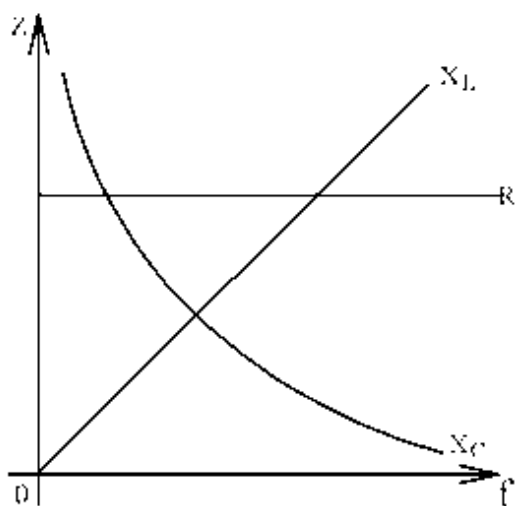

图 7-1
1. 在正弦交变信号作用下，R、L、C 电路元件在电路中的抗流作用与信号的频率有关，它们的阻抗频率特性  $R \sim f$ 、 $X_L \sim f$ 、 $X_C \sim f$  曲线如图 7-1 所示。